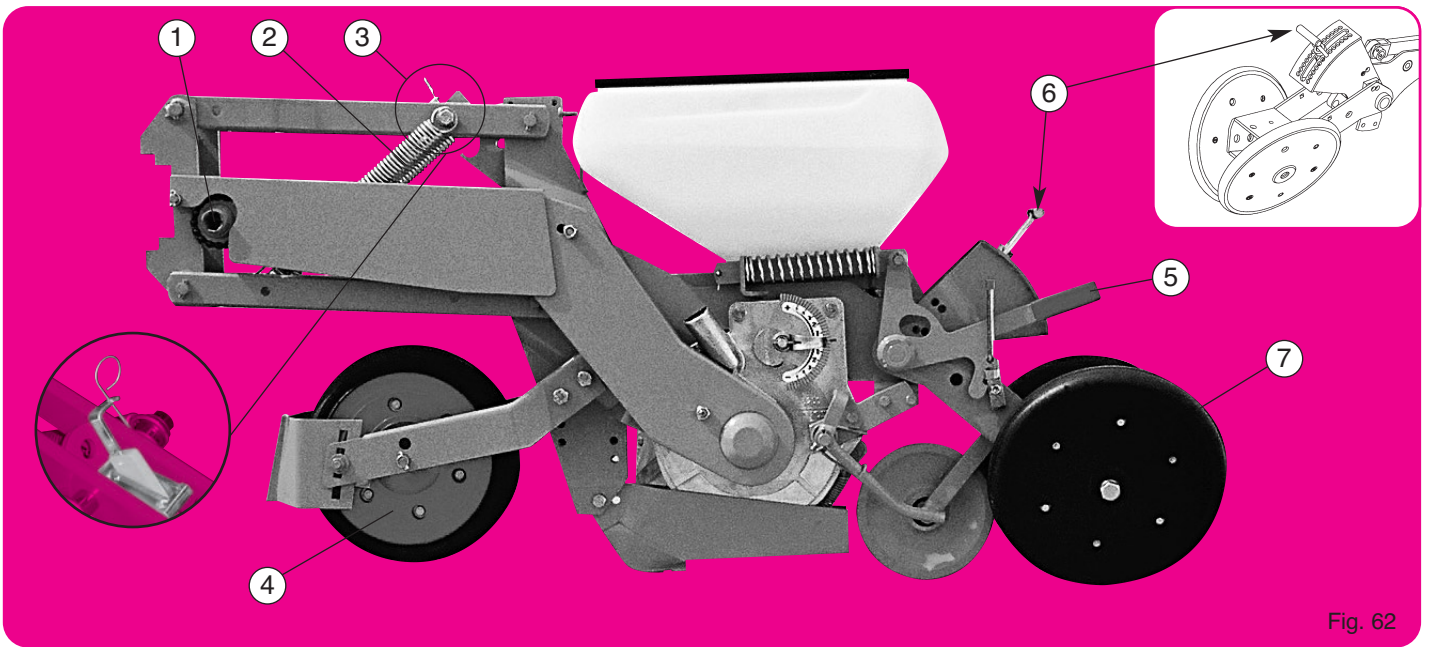
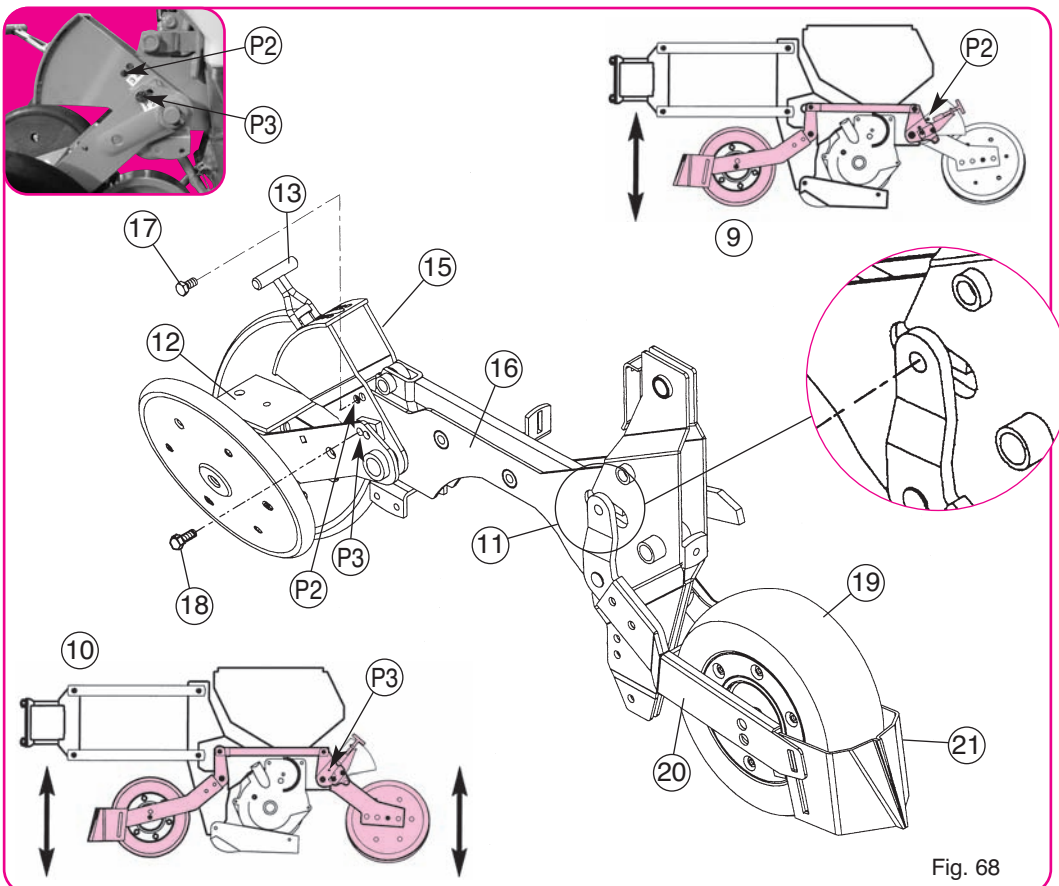

Fig. 62
Fig. 68
Version de base (fig. 62) élément monté sur parallélogramme, terrage par balancier - système à crans (fig. 62)
ATTENTION : avec roue avant ou double disque + roues accolées : au travail, le 3ème point du tracteur sera à régler pour permettre un débattement convenable : Axe ⑪ fig. 68 au centre de la lumière.
- ① Système de sécurité (fig. 62) : il provoque un crabotage sonore en cas de blocage de la distribution. Un arrêt est alors obligatoire (voir page 29). Graisser les dents du crabot à la mise en route pour faciliter les premiers déclenchements.
- ② Ressorts de parallélogramme : ils accentuent le poids de l'élément. En cas de trop forte pénétration, les ressorts peuvent être supprimés (1 ou les 2).
- ④ Roue avant 300 x 100, axe monté sur trou inférieur pour terrage peu profond (betterave)
- ⑤ Bras de tension ressort. Ce levier permet de répartir le poids de l'élément sur les roues avant-arrière.
- ⑥ Réglage du terrage (fig. 62) par crans.
- ⑦ Réglage de l'écartement des roues (fig. 62) : 2 bagues sur moyeux que l'on place, soit côté inférieur, soit côté extérieur, permettent d'obtenir 2 écartements à la base. Utiliser les roues resserrées pour semis superficiels (1 à 3 cm).
- ⑨ Fig. 68 : Terrage sur roue avant, à partir de l'élément betterave (fig. 62), il faut supprimer la vis ⑩ en P3, le bloc arrière ⑫ est libre. Le secteur ⑮ doit être fixé sur le corps ⑬ par la vis ⑰ en P2. La profondeur de mise en terre est obtenue en modifiant la position de la roue avant en actionnant le levier ⑱ (réglage par crans).
Basic version (fig. 62) element mounted on a parallelogram, depth control via swinging arm, notch system (fig. 62) - 300 x 100 self-cleaning front wheel with clod remover - beetroot share - stainless steel tyre intermediate roller - self-cleaning inclined rear wheels - 20 litre grain tank.
ATTENTION : When using front press wheel or double disc openers with side press wheels. When operating, the top link of the tractor has to be adjusted. Axle ⑪ fig. 68 at the centre of the opening.
- ① Safety system (fig. 62) : this causes the clutch to sound in case of a blockage in the metering system. When this clutching sound is heard, stop the machine immediately (see page 29).
- ② Parallelogram springs : these increase the element's weight. If the penetration is too great, the springs may be removed (one or both).
- ④ 300 x 100 front wheel, axle mounted on lower hole for shallow depth control (beetroot).
- ⑤ Torque arm with spring. This lever allows the element's weight to be distributed between the front/rear wheels.
- ⑥ Depth control adjustment (fig. 62) via notches.
- ⑦ Adjustment of the spacing of press wheels (fig. 62) : placing the 2 bushings on the inside or the outside of the wheel hub allows for 2 basic widths. Use the narrow setting for shallow seeding (1-3 cm) (3/8 - 1 1/2").
- ⑨ Fig. 68 : Depth via the front wheel, using the beetroot element (fig. 62) The P3 screw ⑩ must be removed to release the rear unit ⑫. The sector ⑮ must be secured to the body ⑬ via the P2 screw ⑰. The planting depth is adjusted by changing the position of the front wheel using the lever ⑱ (adjustment via notches).
Grundauführung (Abb. 62): Vorrichtung auf Parallelgramm, Tiefenregulierung über Heckblock, Rastersystem. (Abb. 62) Selbstreinigendes Vorderrad 300 x 100 mit Klutenräumer. Zuckerrüben-Schar. Zwischenrolle mit Edelstahlradstreifen. Geneigte Hinterräder mit Selbstreinigung. Saatgutbehälter 20 Liter.
ACHTUNG: Wenn die vordere Andruckrolle oder Doppelscheibenschar mit Andruckrollen montiert sind - Das Schraubenloch soll genau in der Mitte vom Schlitz sein, wenn die Sämaschine in der Arbeitsstellung ist. Achse ⑪ Abb. 68 in der Mitte der, länglichen lochform.
- ① Überlastsicherung (Abb. 62): Wenn die Säscheibe blockiert ist (durch Einwirkung von Fremdkörpern) spricht die Überlastsicherung an durch ein knarrendes Geräusch. Halten Sie sofort die Maschine an um die Ursache festzustellen (siehe Seite 29). Bei der Inbetriebsetzung sind die Zähne der Kupplung zu schmieren, um das Auslösen der Kupplung zu erleichtern.
- ② Federn am Parallelgramm: zur Gewichtserhöhung. Bei zu tiefem Einsinken kann man die Federn entfernen (eine, oder beide).
- ④ Vorderrad 300 x 100, Achse in unterem Loch bei geringer Arbeitstiefe (Zuckerrüben).
- ⑤ Spannarm an Feder. Dieser Hebel verteilt das Gewicht der Vorrichtung gleichmäßig auf die Vorder- und Heckräder.
- ⑥ Einstellung Arbeitstiefe (Abb. 62) mit Rastersystem.
- ⑦ Weiteinstellung der Andruckrollen (Abb. 62): Beim Einsetzen der Distanzhülsen auf der einen oder anderen Seite der Achse, können zwei verschiedene Weiten der Andruckrollen erzielt werden. Bei oberflächlicher Aussaat (1 bis 3 cm) sind die eng liegenden Andruckrollen zu verwenden.
- ⑨ Abb. 68: Tiefenregulierung über-Vorderrad, mit Zuckerrüben-Teil (Abb. 62), hier Schraube ⑩ in P3 lösen, das Heckteil ⑫ ist dann frei. Sektor ⑮ muss mit Schraube ⑰ in P2 befestigt werden. Einstellung der Arbeitstiefe am Hebel ⑱ des Vorderrades (Rastersystem).
Basisuitvoering (fig.62) : Onderdeel gemonteerd op parallellogram, diepteregeling met slinger, systeem met inkepingen (Fig. 62).
PAS OP : bij gebruik van een drukwiel voor of bij een dubbel schijfkouter met zijdelings gemonteerde wielen. Tijdens het werk moet de topstang van de trekker zo worden ingesteld dat het boutgat zich in het midden van de sleuf bevindt Spil ⑪ fig.68 midden in de opening.
- ① Veiligheidssysteem (fig.62). Maakt een ratelend geluid wanneer het zaaisysteem blokkeert. Er moet dan gestopt worden (zie blz.29). Smeer de tanden van de koppeling bij ingebruikname van de zaaimachine om het activeren van de beveiliging de eerste keren mogelijk te maken.